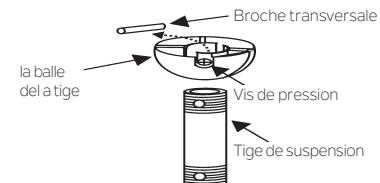

Fig. 7
**Étape 5.** Retirer la balle de suspension de l'assemblage de la tige de montage en desserrant la vis, dégageant la broche transversale et en faisant glisser la balle de la tige. (Fig.7)